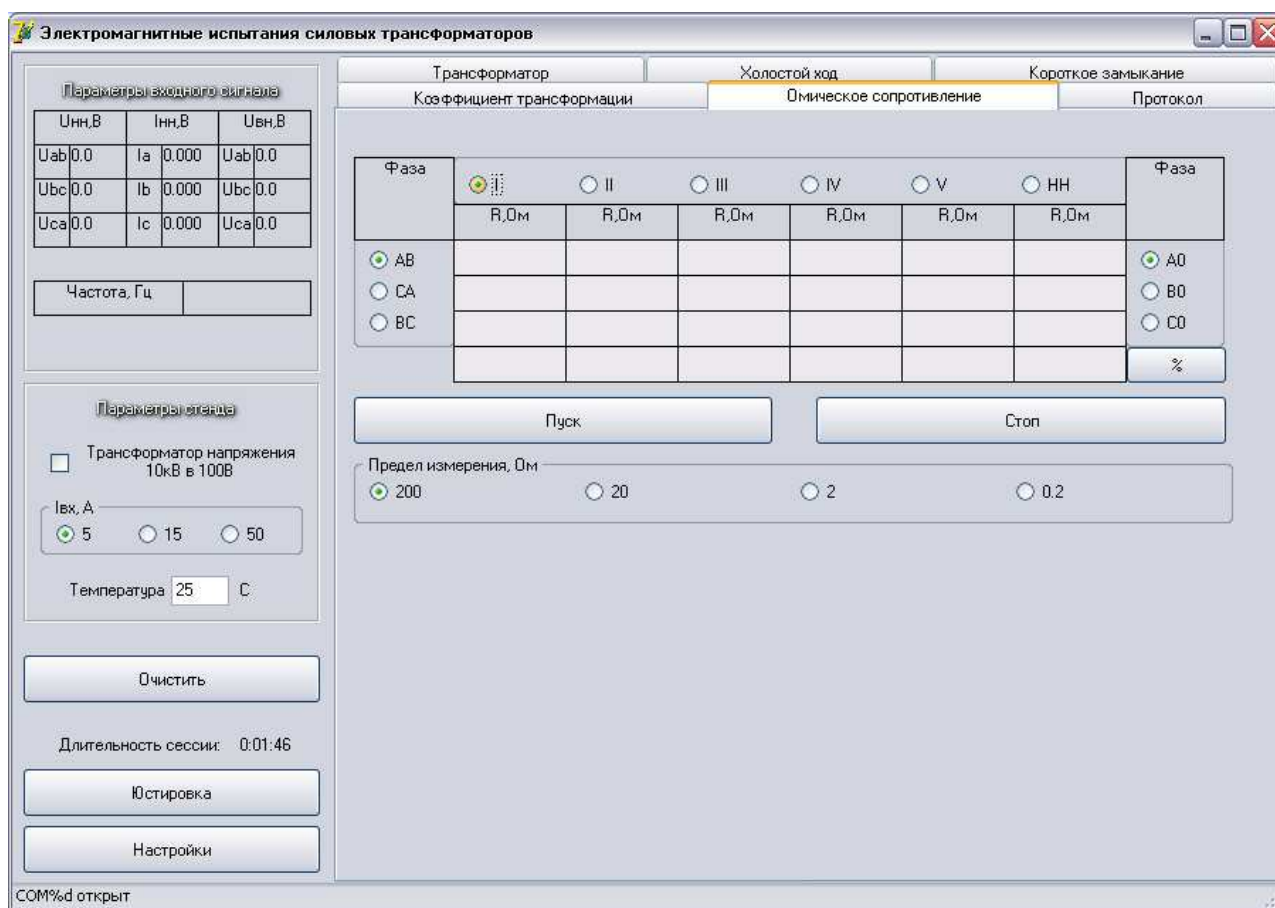

Рис. 10
2.8.2. При выборе закладки «Омическое сопротивление» в рабочем окне открывается панель для измерения сопротивления обмоток постоянному току (см. рис. 10).